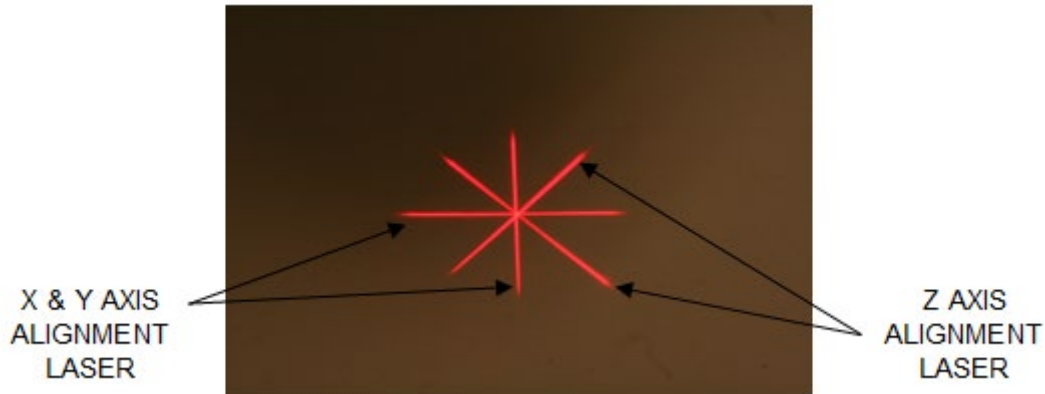

Figura 3-24. Alineación de las retículas rojas - ejes X e Y y eje Z
- KXL tiene dos láseres de alineación, tal como se muestra en la figura 3-24.